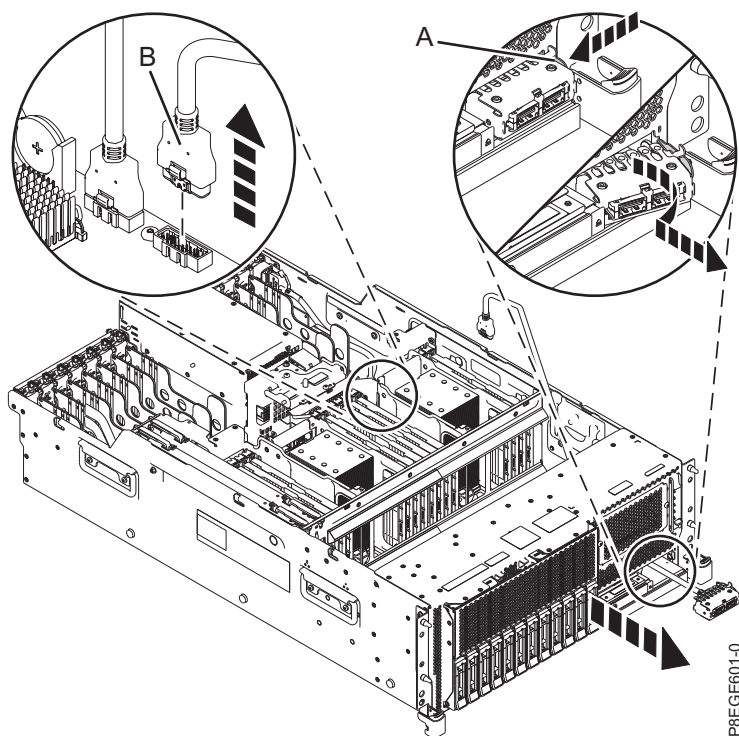

Figure 2. Débranchement du câble USB du fond de panier du système
5. Débranchez le câble USB avant (**B**) du fond de panier du système comme illustré dans la figure 2, à la page 5.
6. Dégagez le boîtier du câble USB (**A**) de l'avant du système. Poussez sur le côté droit du boîtier et faites le pivoter vers la gauche tout en le tirant vers vous. Voir figure 2, à la page 5.